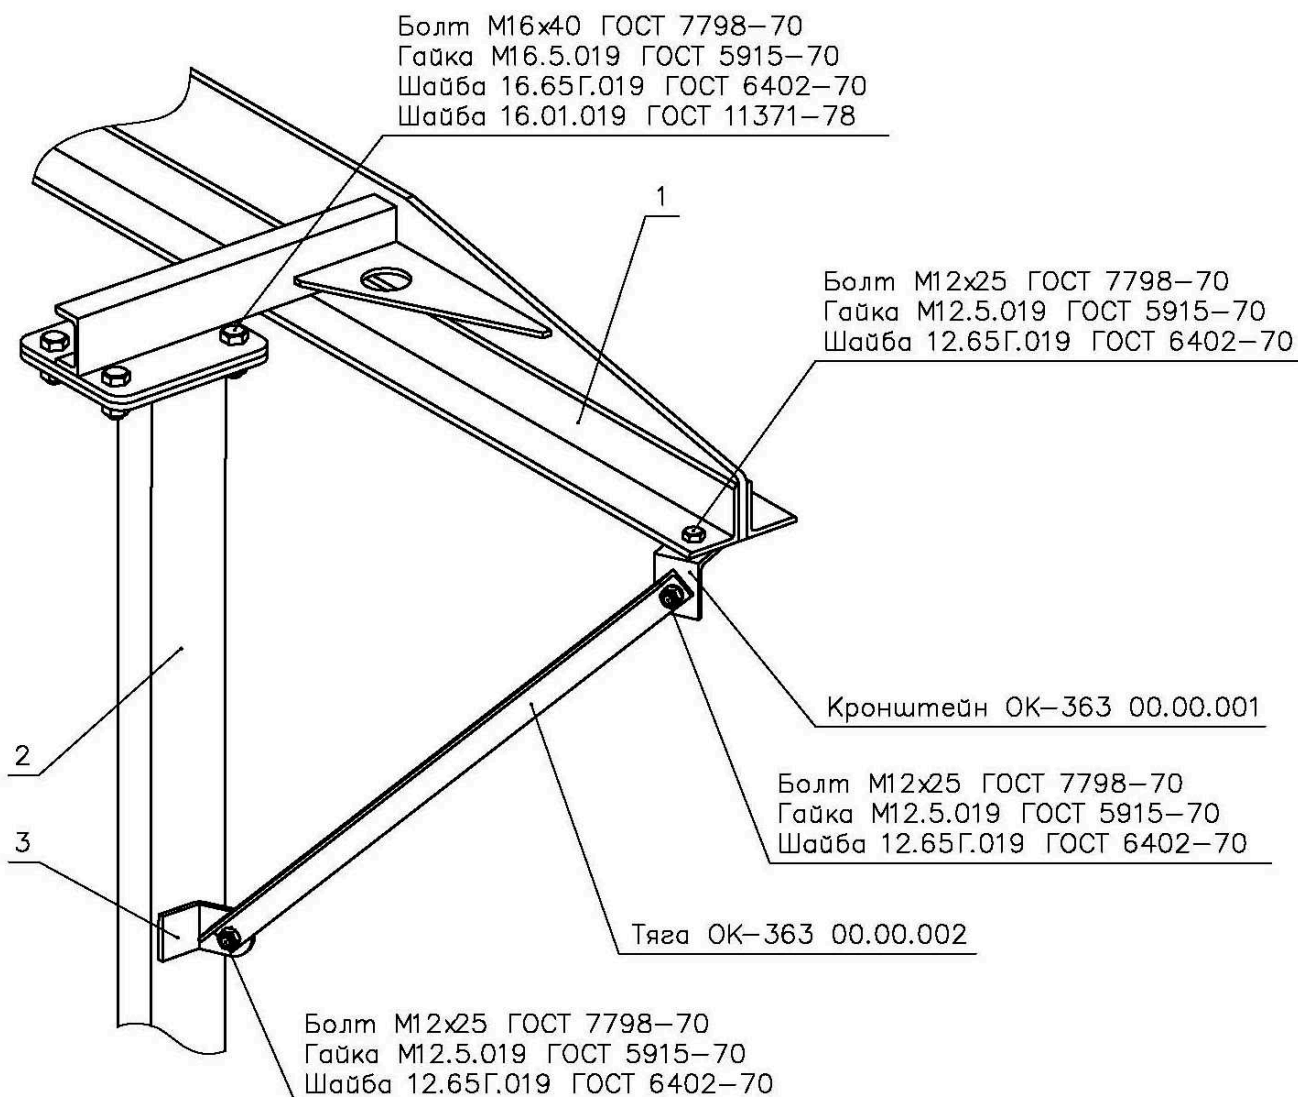

Рис.3. Сборка ПСП
1. К балке опорной 1 крепятся опоры 2. При этом элементы крепления тяг 3 должны располагаться снаружи (см. рис. 3).
4. С помощью кронштейнов и тяг соединяют балку опорную и опоры (см. рисунок 3).